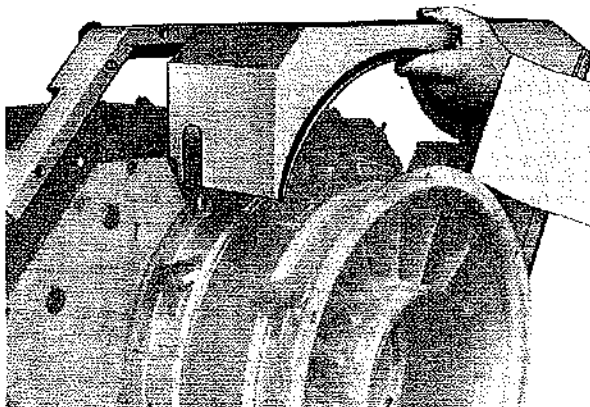

Fig. 70
- Lamiera convogliatrice lato ventola (Fig. 70).